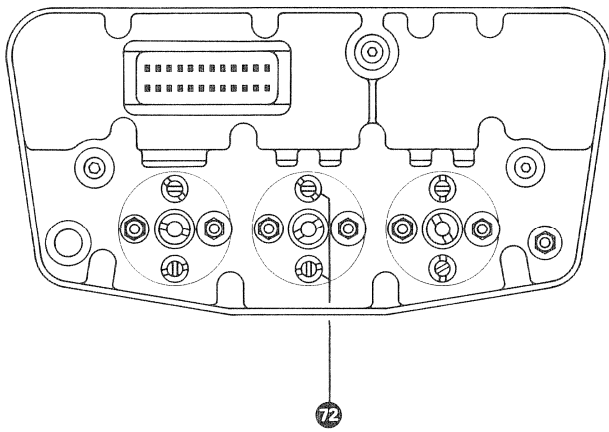

Fig. 7.5.—4
8. Tonfrequenz-Millivoltmeter an Leitungs-Ausgang 1 ①⑥ (CH I) anschliessen.
9. Übersprech-Pegel am Leitungs-Ausgang 1 ①⑥ (CH I) messen.
Nötigenfalls kann der Aufnahmetonkopf mit den Schrauben ⑦② (Fig. 7.5.-4.) neu einjustiert werden. Beide Schrauben sind dabei um die selben Winkelgrade gleichsinnig zu drehen. (Parallellage des Kopfspiegels zur Bandedebene).
8. Connect AF millivoltmeter to line output 1 ①⑥ (CH I).
9. Measure crosstalk level on line output 1 ①⑥ (CH I).
10. The crosstalk levels must have the same amplitudes. If necessary, the record head can be re-adjusted with the screws ⑦② (fig. 7.5.—4). Both screws should be turned by the same amount and in the same direction. This is to avoid zenith being altered.